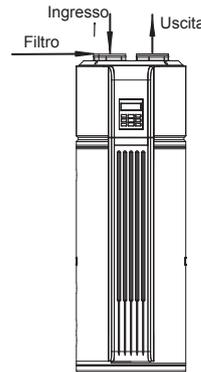

Fig. 3-8
- 5) Installazione del filtro all'ingresso dell'unità. Per quanto riguarda le unità con condotto, il filtro deve essere posizionato all'ingresso del condotto. (Fig. 3-8/3-9)